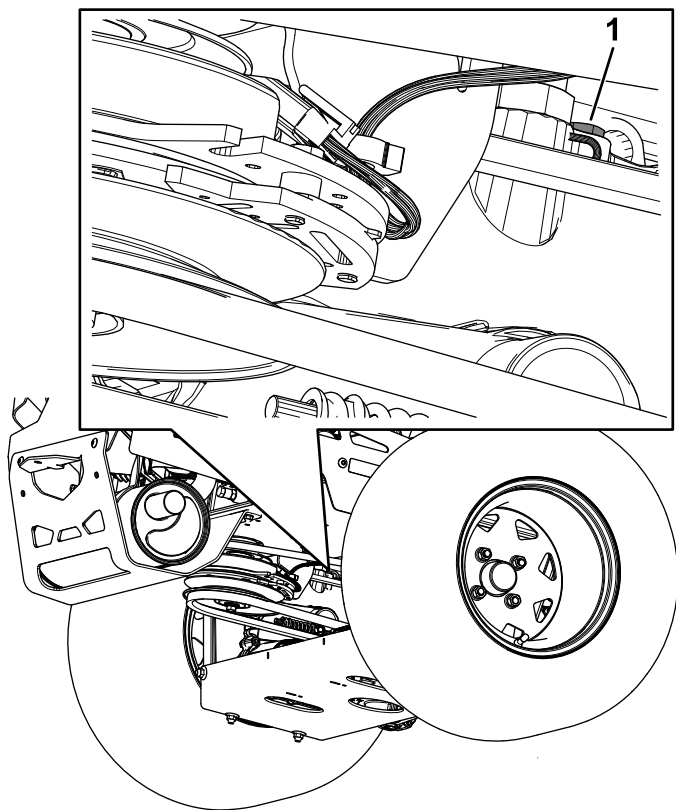

Figura 87
- **Transmisiones hidrostáticas ZT 5400:** utilice una llave de 7/16" para acceder al tapón de ventilación desde debajo de la máquina (Figura 87).